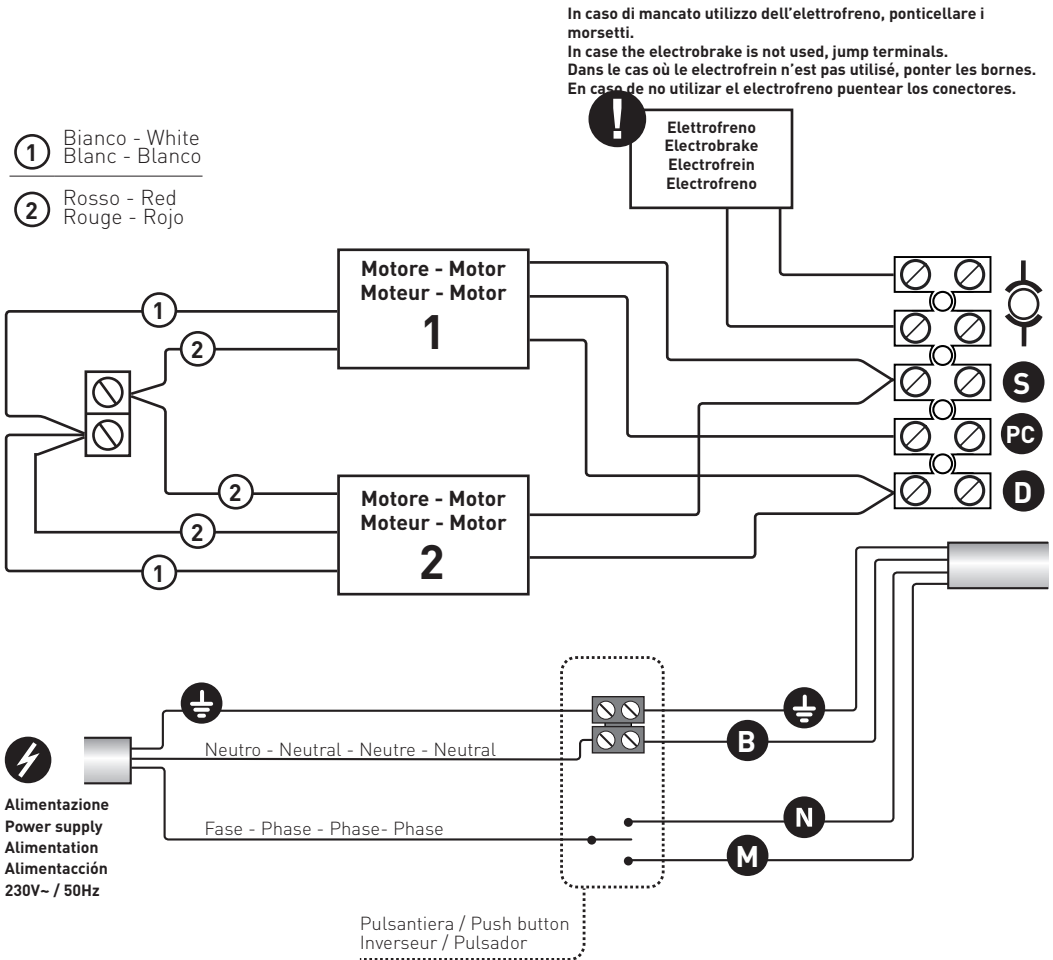

**Fig. 4a - SQ2709S**
- Schema elettrico del motoriduttore SQ14010S/SQ16010S/SQ1909S (Fig. 4) e SQ2709S (Fig. 4a).
Wiring diagram for SQ14010S/SQ16010S/SQ1909S (Fig. 4) and for SQ2709S (Fig. 4a)